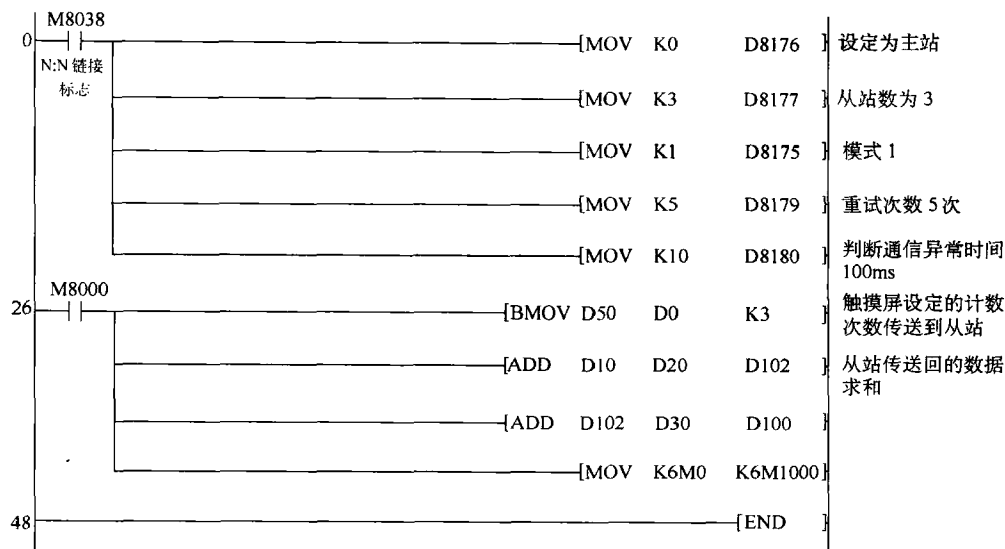

图 8-40 PLC RS485 通信主站程序
(3) 主站程序 PLC RS485 通信主站程序如图 8-40 所示。